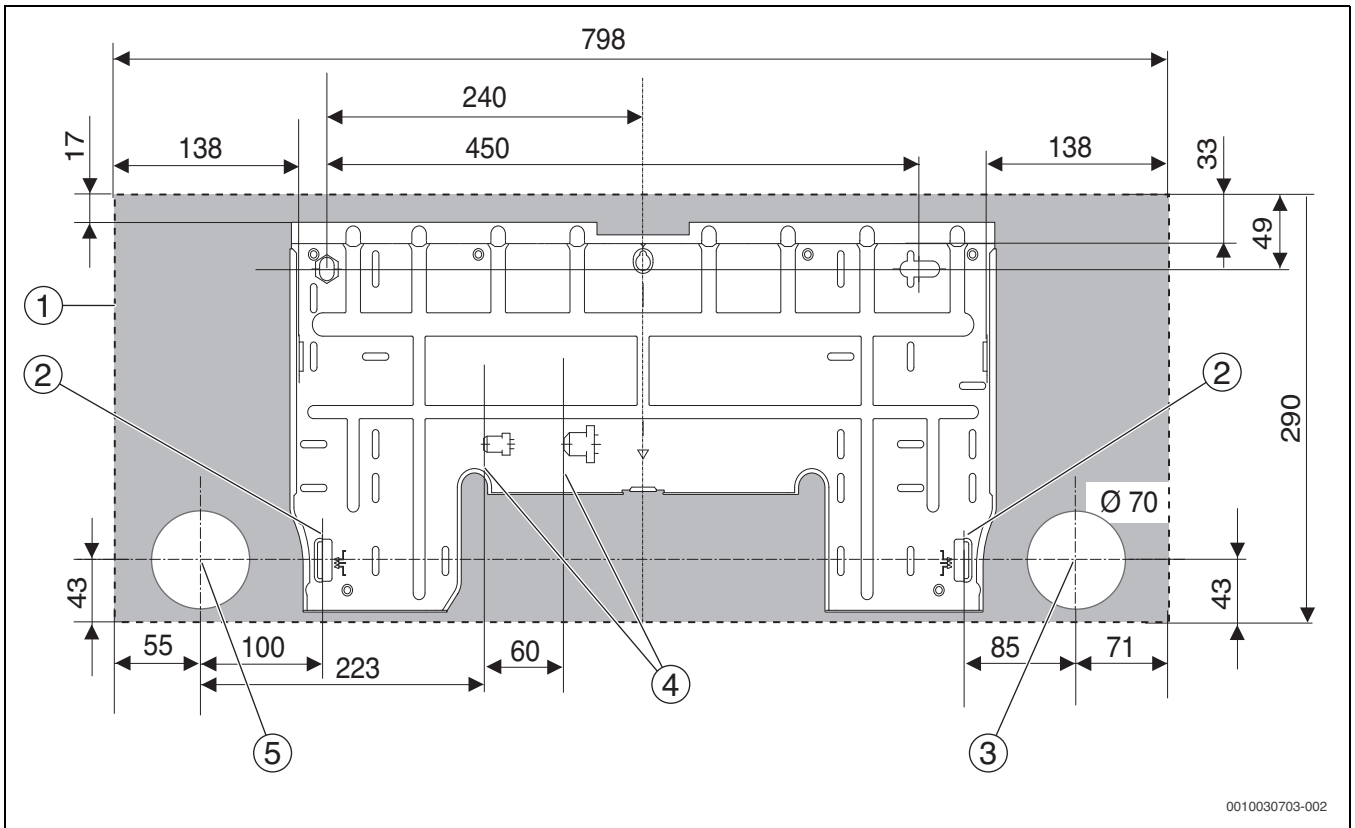

Bild 3 Installationsmått
- ▶ Med hänvisning till → bild 3, markera platsen för monteringshålen och hålet för rören.